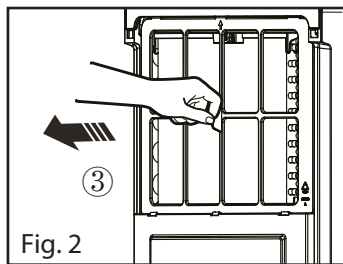

Fig. 2
Puxe o filtro de ar (10) para fora tal como na Fig. 2 passo ③, e remova-o.